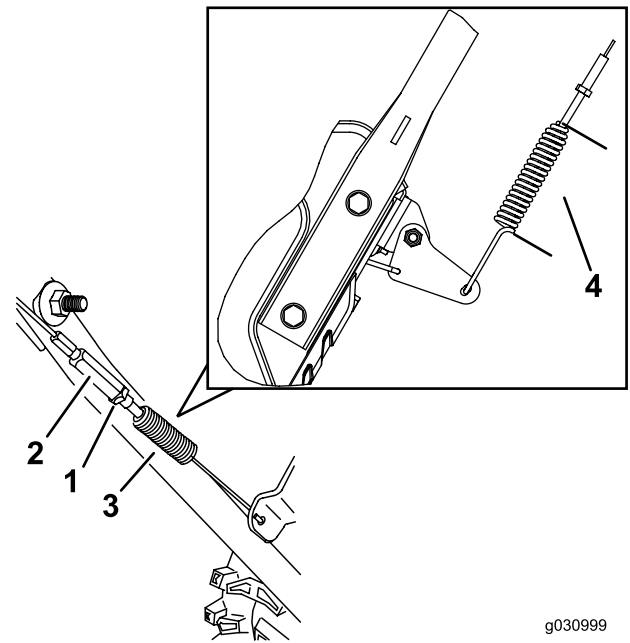

Figura 29
3. Afloje o apriete el tensor para ajustar la longitud del muelle a 5,5 cm, como se muestra en la Figura 29.
4. Apriete la contratuerca (Figura 29), asegurándose de que hay una ligera tensión en el cable.